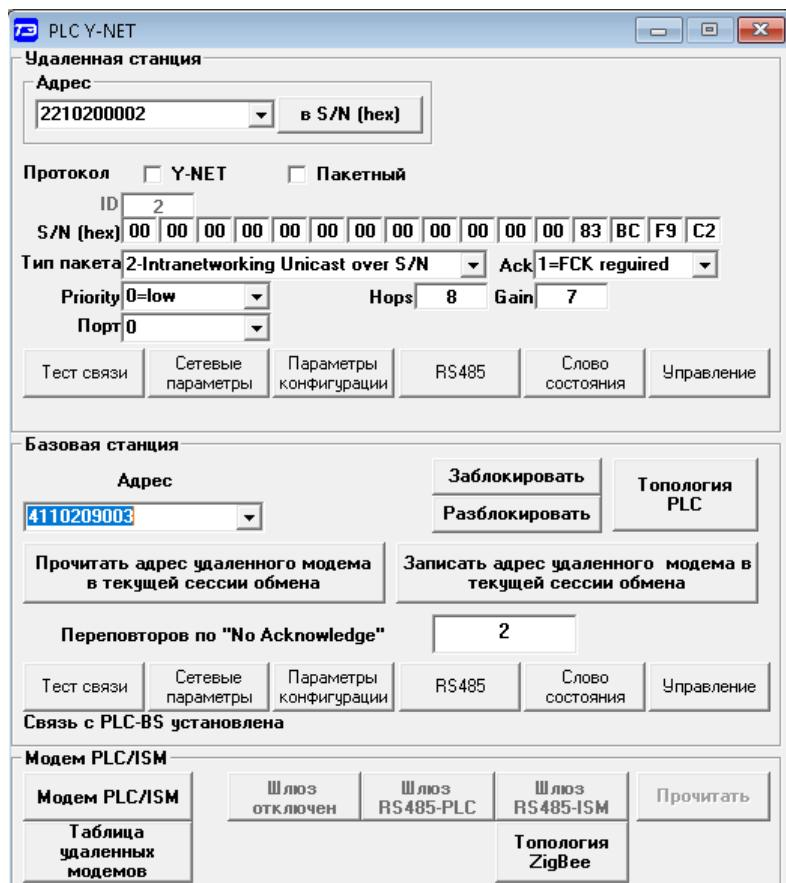

Рисунок 60 – Форма «PLC Y-NET»
5.2.1.6 PL-сеть является прозрачной и позволяет работать с удаленными устройствами в формате их собственного протокола. Перед началом работы с удаленными устройствами необходимо подключиться к базовой станции и открыть сессию обмена, т.е. сообщить базовой станции адрес удаленного модема, через который будет вестись обмен с удаленными устройствами. Эту функцию выполняет конфигуратор по нажатию кнопки «Записать адрес удаленного модема в текущей сессии обмена» (рисунок 60). При реализации доступа со стороны стороннего программного обеспечения, открытие сессии обмена должно производиться, как описано в приложении Б.1.
5.2.4.13 Чтение и установка флага разрешения формирования сообщения модема «Счётчик не отвечает» производится посредством формы «Настройка интерфейса RS-485 PLC-модема». Вызов формы производится по кнопке «RS-485», расположенной на поле формы «PLC Y-NET» (рисунок 60).
5.2.5.2 Чтение сетевых параметров производится посредством формы «Сетевые параметры и индикаторы событий PLC-модема». Вид формы приведен на рисунке 64. Вызов формы производится нажатием кнопки «Сетевые параметры» в группе элементов «Удаленная станция» формы «PLC Y-NET» (рисунок 60).
5.2.6.4 В окно «Адрес» группы элементов «Базовая станция» формы «PLC Y-NET» (рисунок 60) ввести серийный номер PLC-модема.